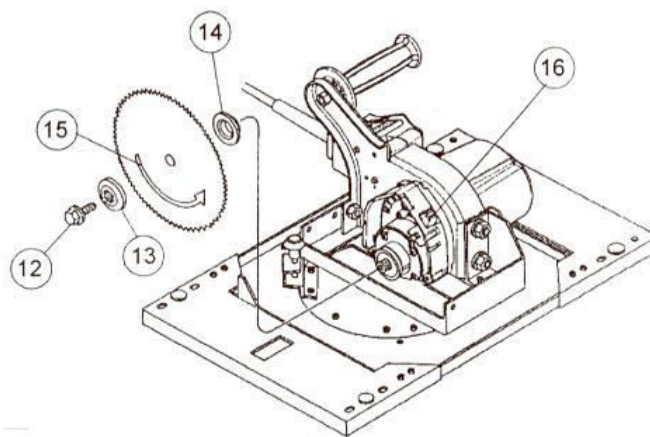

РИС. 5. Установка пильного диска
2. Закрепите пильный узел на удобной для Вас высоте. Удерживая замок шпинделя (16) (находится на нижней стороне мотора), необходимо снять прижимной болт (12) (см. РИС. 5) с мотора, поворачивая его против часовой стрелки. Извлеките внешнюю прижимную прокладку (13), но оставьте внутреннюю (14) на шпинделе.
3. Закрепите пильный узел на удобной для Вас высоте. Удерживая замок шпинделя (16) (находится на нижней стороне мотора), необходимо снять прижимной болт (12) (см. РИС. 5) с мотора, поворачивая его против часовой стрелки (модели станков С4, С5, Н4, Н5, Н6) или по часовой стрелке (модели 6400 и 6800).. Извлеките внешнюю прижимную прокладку (13), но оставьте внутреннюю (14) на шпинделе.
4. Установите пильный диск на шпиндель. Стрелка должна указывать против часовой стрелки, как показано на РИС. 5 (15).
5. Установите внешнюю прижимную прокладку (13) и ручную прижимной болт (12). Чтобы шпиндель не проворачивался, в то время как Вы затягиваете прижимной болт (12), необходимо держать нажатой кнопку фиксатора шпинделя (16).